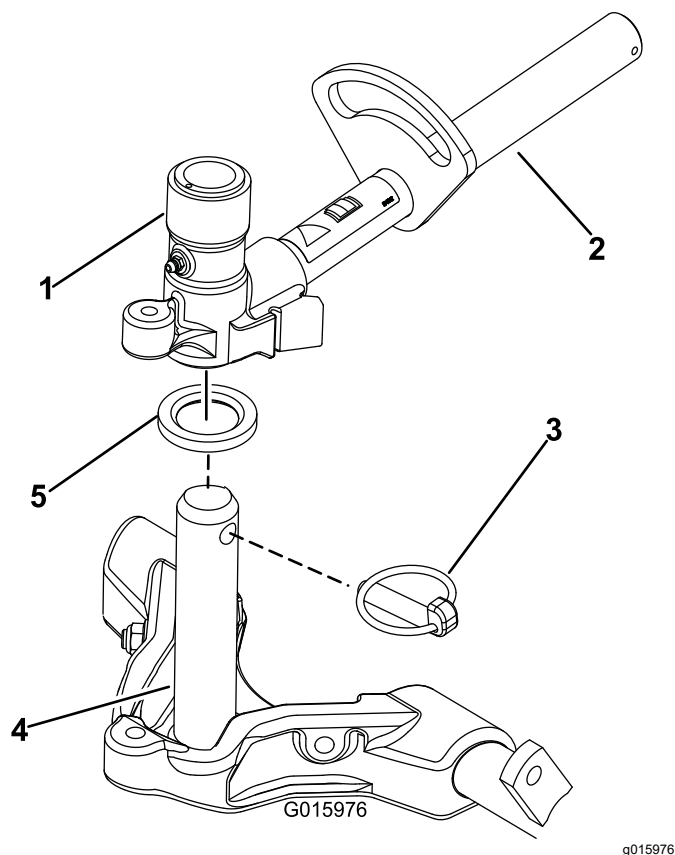

Figura 16
8. Revista o veio da estrutura de suporte com lubrificante novo (Figura 16).
9. Nas unidades de corte dianteiras, faça deslizar uma unidade de corte sob o braço de elevação enquanto insere o veio da estrutura de suporte para cima para dentro da forquilha da articulação do braço de elevação (Figura 16). Certifique-se de que a anilha de encosto está no sítio no veio da estrutura de suporte.
10. Prenda o veio da estrutura de suporte à forquilha do braço de elevação com o pino de encaixe (Figura 16).
B. Insira a forquilha do braço de elevação no veio da estrutura de suporte (Figura 16).